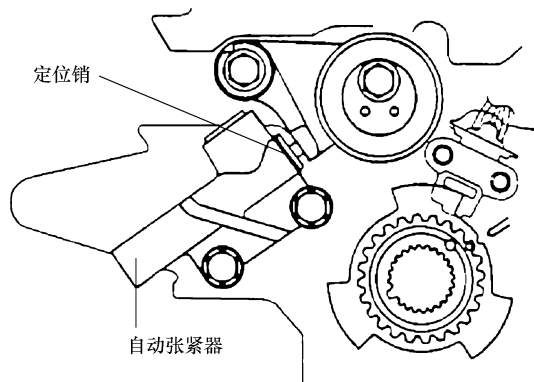

图 29-6 安装自动张紧器
5) 如图 29-6 所示，把自动张紧器安装到机油泵壳体上。注意：此时自动张紧器的定位销应装好。